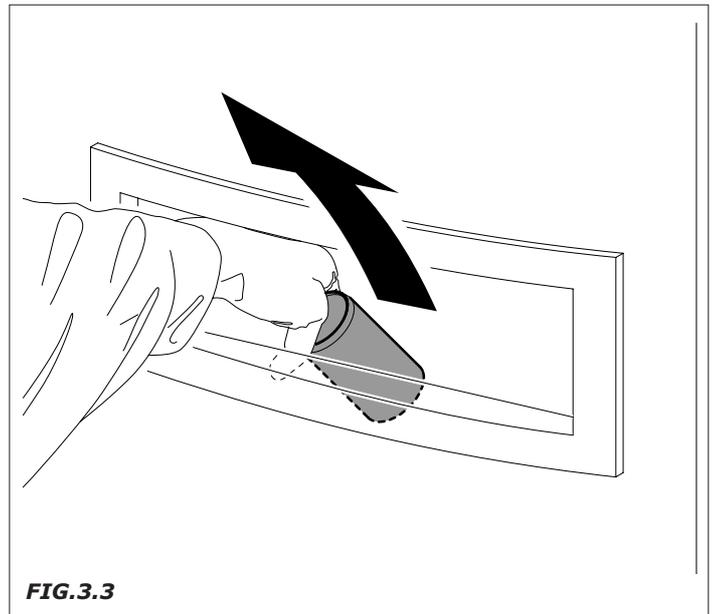

FIG.3.3
- pongan la mano en la abertura de suministro para prelevar el producto (Fig.3.3).